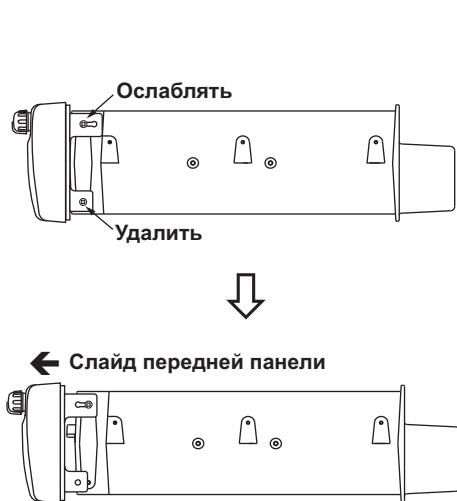
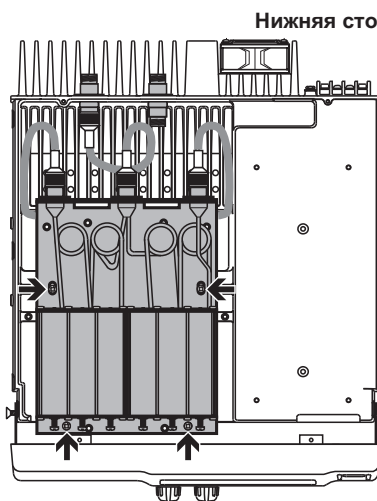
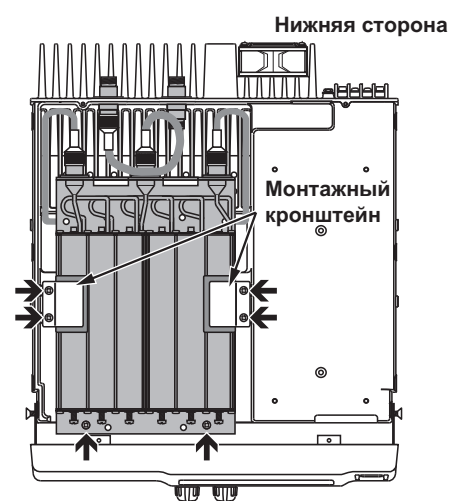

Рис. 2
Рис. 3
Рис. 4
3. В соответствии с Рис. 2 отверните верхние винты с обеих сторон передней панели и слегка вывинтите нижние винты с обеих сторон передней панели, затем немного сдвиньте переднюю панель вперед.
4. Отсоедините коаксиальные кабели от разъемов антенн приема (RX) и передачи (TX) в ретрансляторе.
5. С помощью четырех винтов и антенного кабеля, входящих в комплект **СТ-68**, установите дуплексер в отсек с нижней стороны ретранслятора (Рис. 3). Некоторые дуплексеры могут не подойти к крепежным отверстиям в корпусе ретранслятора. В этом случае используйте дополнительные крепежные скобы, имеющиеся в комплекте **СТ-68** (Рис. 4).
6. Присоедините антенный кабель **СТ-68** к разъему антенны передачи (TX) ретранслятора и разъему ANT (центральному) на дуплексере.